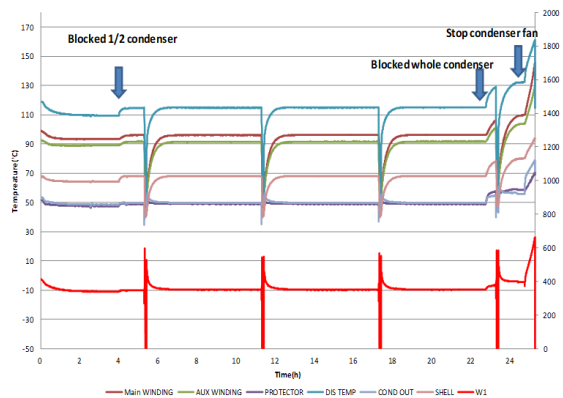

图 10
- b. 图 10 为该箱体在 43°C 时，通过关闭冷凝风扇来模拟系统负载压力增加所得到的系统温度变化曲线。